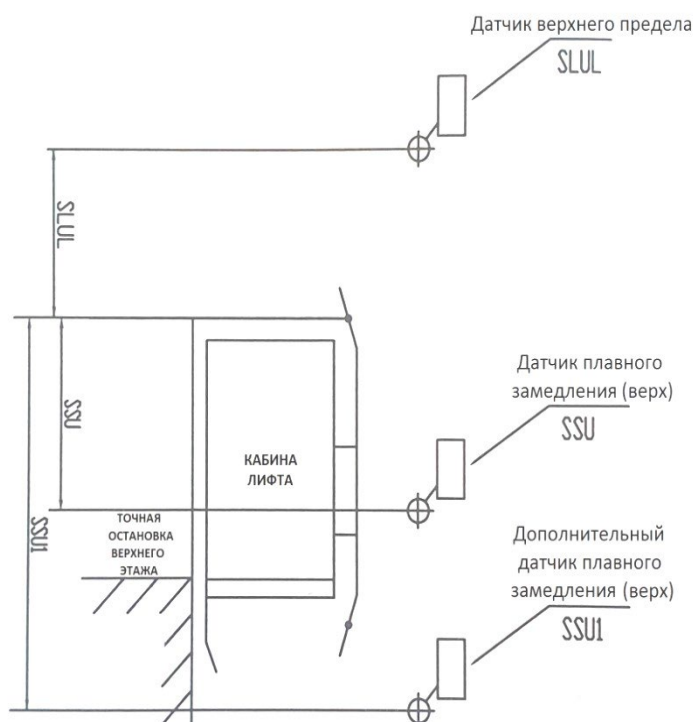

Рисунок 14.2 - Установка датчиков относительно верхней точной остановки.
2. Отмерить вниз от точки срабатывания датчика на скосе верхней части лыжи лифта расстояние 1200-2000 мм и установить на этом уровне верхний датчик плавного замедления SSU (рис. 14.2, таблица 14.1).